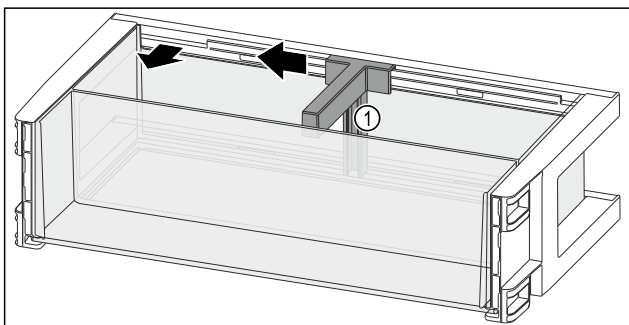

Fig. 92
- Сместите держатель для бутылок Fig. 92 (1) до выемки в сторону.
- Извлеките держатель для бутылок Fig. 92 (1).